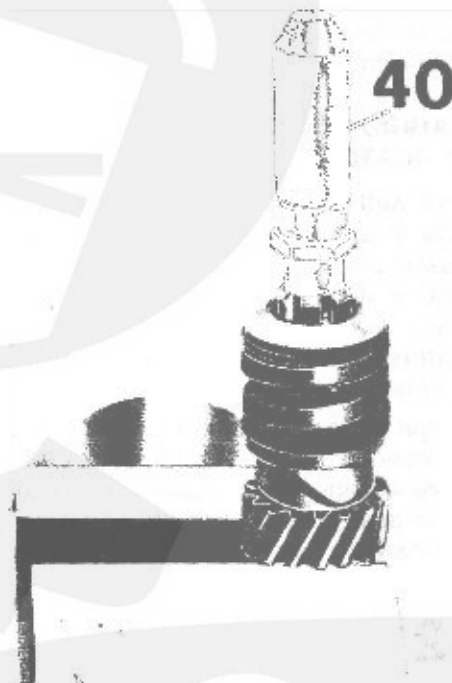

Fig. 95/14
- la pista interna del cuscinetto a rullini montato sul coperchio a mezzo apposito attrezzo n° 14928600 (40 di fig. 95/14).